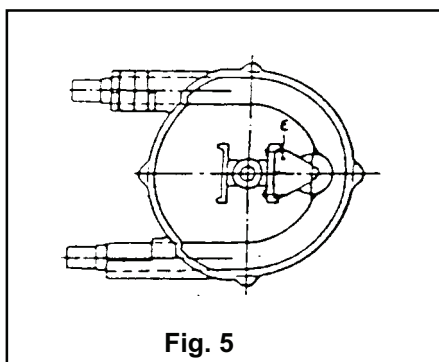

Fig. 5
9) Provvedere allo smontaggio degli attacchi dal tubo usurato e se ritenuti riutilizzabili, provvedere alla loro pulizia ( Fig. 5 ).
9) *Disconnect the connections of the worn out hose and, in case they can be used again, clean them (Fig. 5).*
5) Predisporre il rullo come riportato alla Fig. 5.
8) Set the roller as indicated on Fig. 5